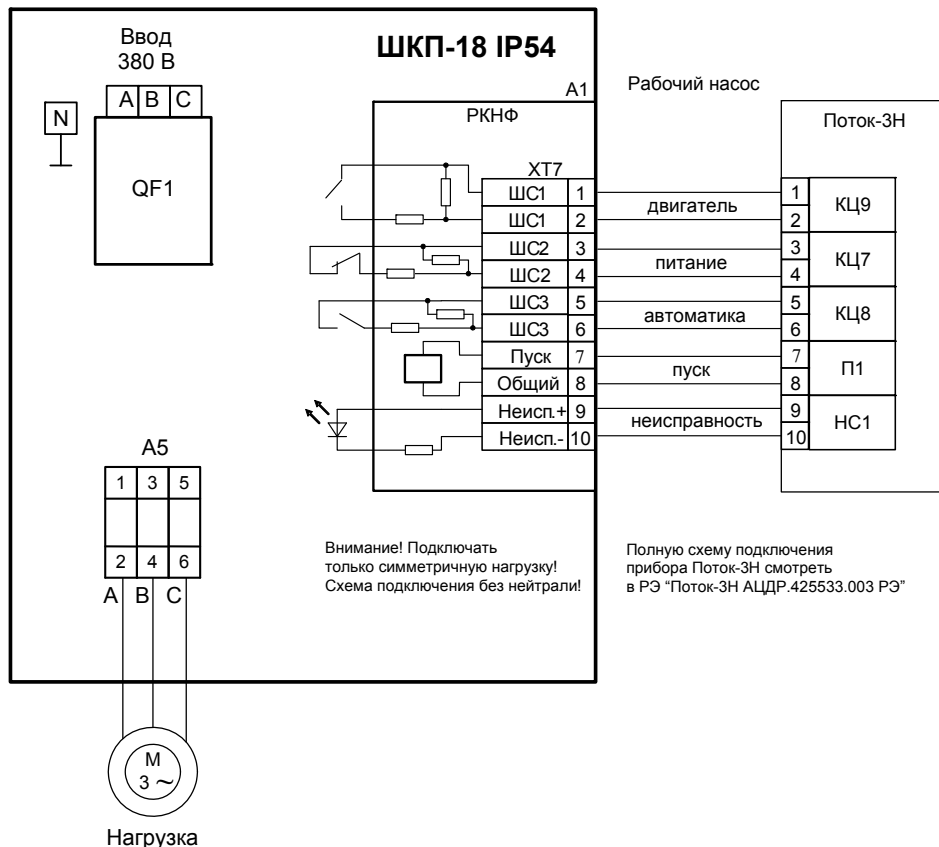

Рисунок 2. Схема электрическая подключения шкафа при эксплуатации «ШКП-18 IP54» АЦДР.425412.005-02 IP54 ЭТ Изм.1 АЦДР.5490-15 от 07.07.2015
- 3) подключить к шкафу провода питающего сетевого напряжения, цепей нагрузки и контроля состояния согласно схеме электрической рис. 2;